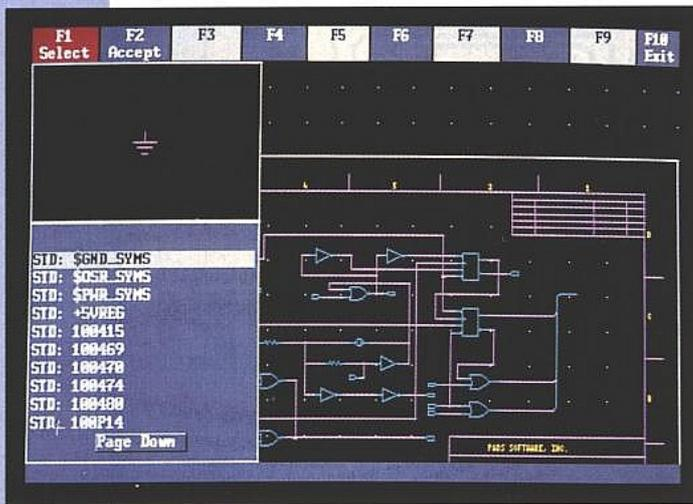

Figure 1 : Pads Logic. Sélection d'un élément. Celui-ci apparaît dans une fenêtre spécifique.
■ Figure 1 : schéma de principe retenu.